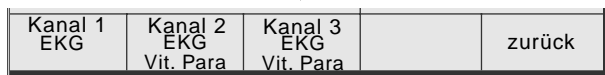
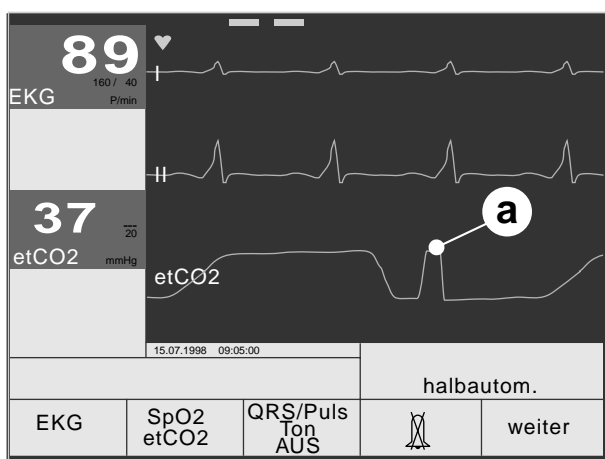

Bild 10-9. Menü „Kurvenbelegung“
Bild 10-10. Kapnogramm in Kanal 3
- Drücken Sie **F3** (Bild 10-9) so oft, bis „etCO₂“ angezeigt wird (Bild 10-10).
- Während der automatischen Sensorkalibrierung wird im Kapnogramm ein Impuls (**a**, Bild 10-10) eingeblendet.